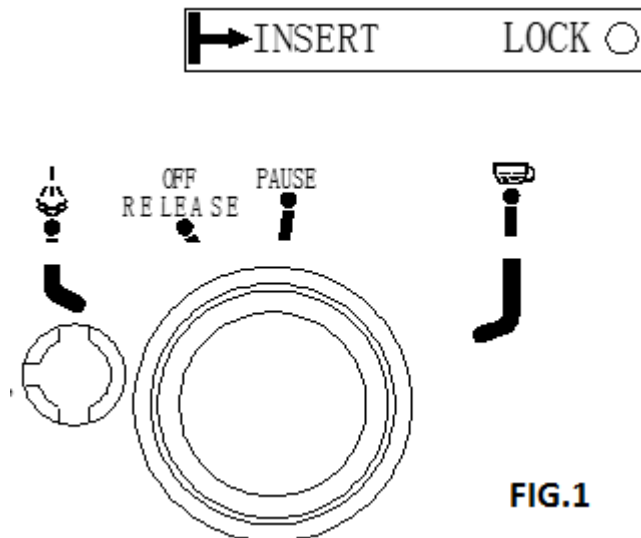

FIG.1
4. Уверете се, че сте наместили филтъра и го поставете в мапината от положение "INSERT" (поставяне), закрепете го в уреда завъртайки го в обратна посока на часовниковата стрелка докато се блокира в положение "LOCK" (заклучен) (виж Fig. 1).